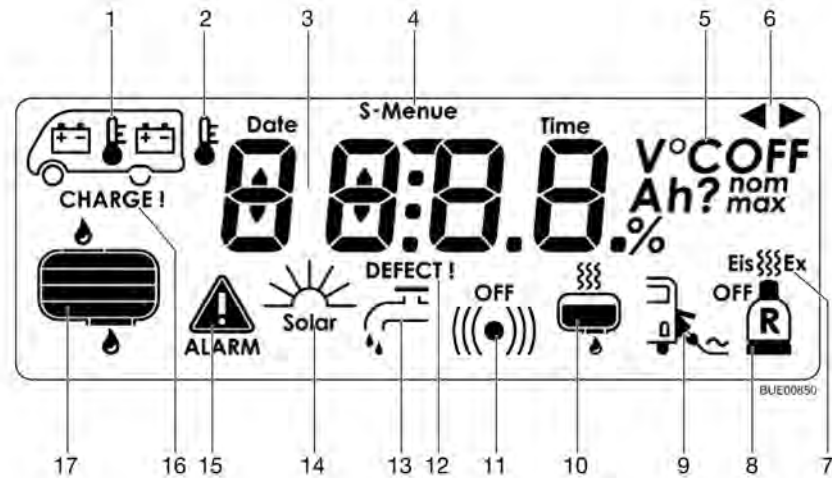

Fig. 106 Representación de símbolos en el visualizador LCD
- Deshelador (Fig. 106,7) conectado o desconectado (opcional).
- Instalación de conmutación para dos bombonas de gas (Fig. 106,8) (opcional): Aparece el símbolo de la bombona de gas cuando una de las dos bombonas está vacía. En caso de que también la segunda bombona de gas esté vacía, parpadeará el símbolo y aparecerá ("ALARM") (Fig. 106,15) en el menú básico.
- Control de red (Fig. 106,9): El símbolo aparecerá cuando el vehículo esté conectado a la alimentación de 230 V.
- Calefacción del depósito de aguas residuales (Fig. 106,10) (opcional): El símbolo aparecerá cuando la calefacción del depósito de aguas residuales esté conectada.
- Bomba de agua (Fig. 106,13): El símbolo aparecerá cuando la bomba de agua esté conectada.
Aparece el menú básico y parpadean los símbolos (Fig. 106,1, 15 y 16) en cuanto la tensión de la batería del habitáculo baja a menos de 12 V (medición durante el servicio) y hay peligro de descarga completa. También parpadean los datos de tensión en el menú de batería.
Aparece el menú básico y parpadea el símbolo (Fig. 106,1). Además, se muestran en el menú de batería las indicaciones de Ah y el requerimiento "CHARGE" (cargar).
Aparece el menú básico y parpadea el símbolo (Fig. 106,1). Además, se muestra en el menú de batería la indicación "DEFECT" (fallo).